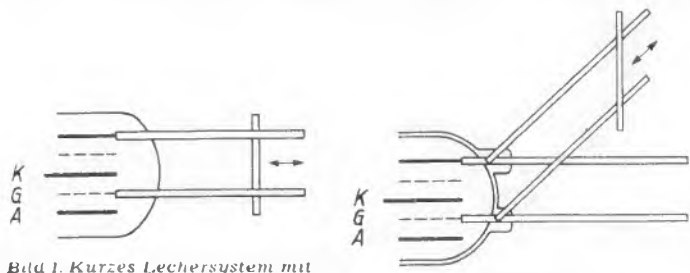

Bild 1. Kurzes Lechersystem mit verschiebbarem Kurzschluß als regelbare Induktivität
a) *Leitungsstücke als Blindwiderstände.* In Teil 2 war gezeigt worden, daß ein kurzes, an seinem Ende kurzgeschlossenes Leitungsstück wie eine Induktivität, ein kurzes offenes Leitungsstück wie eine Kapazität wirkt. Allgemein zeigte sich, daß man in der Lage ist, mit Doppelleitungsstücken alle Blindwiderstände zwischen 0 und  $\pm \infty$  herzustellen. In der Praxis verwendet man z. B. kurze Lechersysteme mit verschiebbarem Kurzschluß als regelbare Induktivität zum Abstimmen der Kapazität zwischen den Elektroden der Senderöhre (Bild 1). Dabei kommt es wegen der großen Elektrodenkapazitäten